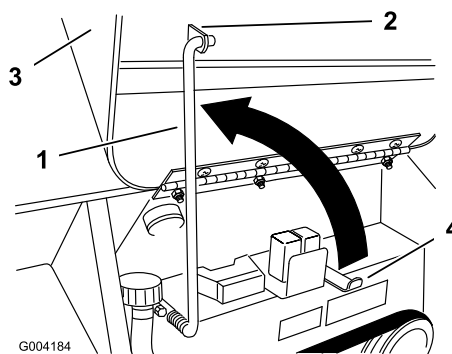

Bild 22
4. Stellen Sie die Stützstange auf und befestigen Sie diese in der Halterung an der Motorhaube (Bild 22).